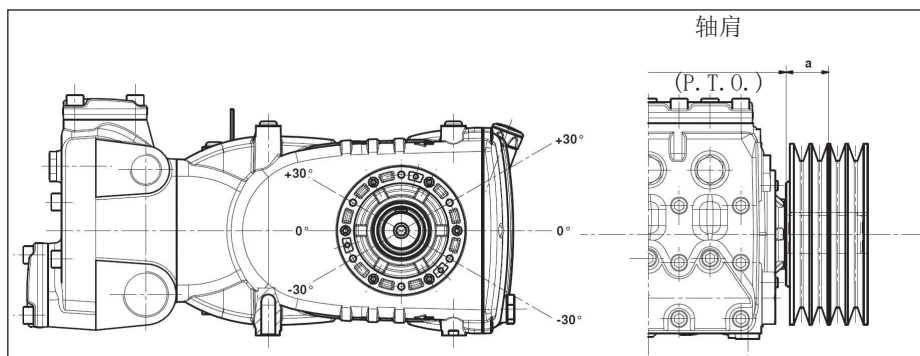

图10
泵轴上的径向载荷不能超过7500 N（布局定义所必须的数值）。只有该载荷作用在距离轴肩（P. T. O.）的一段最大长度  $a = 40 \text{ mm}$  时，传动才被视为适当，见图10。
- b) 使用高效能皮带 - 例如XPB而不是SPB - 同样的功率传递, 使用的皮带数量会相对少, 继而相对图10的轴肩 (P. T. O.) “a” 的距离也会减少。